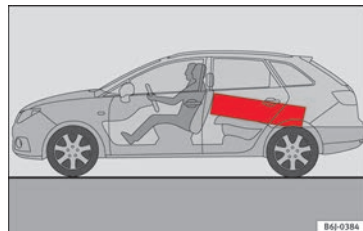

Fig. 156 Los objetos pesados deberían transportarse lo más adelante posible.
- Coloque los objetos pesados en la parte delantera del maletero, lo más al fondo posible » fig. 156.